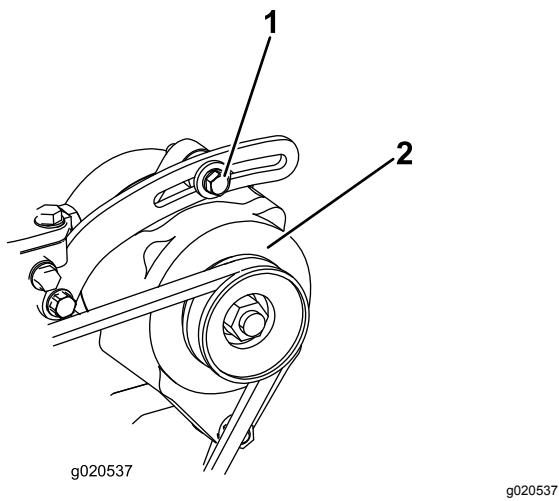

図 48
ベルト図 48は100運転時間ごとに劣化状態と張りを点検します。
- たわみが10 mmでない場合には、オルタネータ取り付けボルトをゆるめる図 48。適当な張りに調整してボルトを締める。ベルトのたわみが適切に調整されたことを確認する。